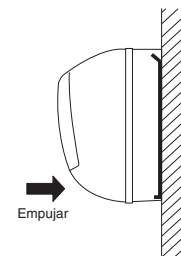

Fig. 3-58
- (1) Para instalar la unidad interior, monte la unidad interior en las 2 lengüetas de la parte superior de la placa posterior.
- (2) Sujete la salida de descarga de aire y presione la parte inferior de la unidad interior hasta que se escuche un clic, para fijar con seguridad las dos lengüetas en la parte inferior de la placa posterior. (Fig. 3-58)